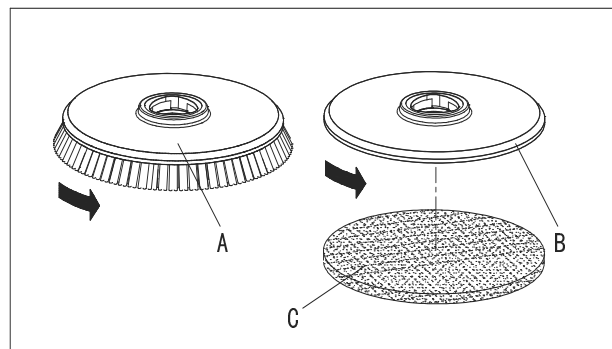

Рисунок 5
Установите или щетку (А, Рисунок 5) или штатив подкладки (В и С, Рисунок 5) в соответствии с типом пола для уборки.
1. Вставьте ключ зажигания (54) и поверните на "О".
2. Поднимите настил, нажав на педаль (10).
3. Если машина оснащена, поверните регулировку скорости (56) на холостом ходу, повернув ее против часовой стрелки.
4. Поместите щетки (А, Рис. 5) или штатив подкладки (В) под настил (21).
5. Опустите настил на щетки/штативы подкладки, нажав на педаль (10).
6. Поверните ключ зажигания (54) на "I".
7. Нажмите на щетку/штатив подкладки и вакуумный системный переключатель (60).
8. Нажмите на одну щетку/переключатель передней передачи (50), чтобы запустить щетку/штатив подкладки, затем отпустите. При необходимости повторяйте процедуру до тех пор, пока щетки/штативы подкладки не запустятся.